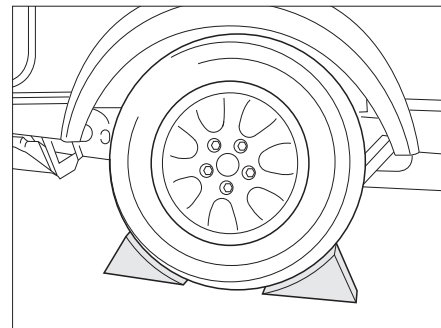

Fig. 187 Asegurar el vehículo
- Colocar zapatas de freno u objetos similares adecuados debajo de la rueda opuesta para asegurar el vehículo (Fig. 187).